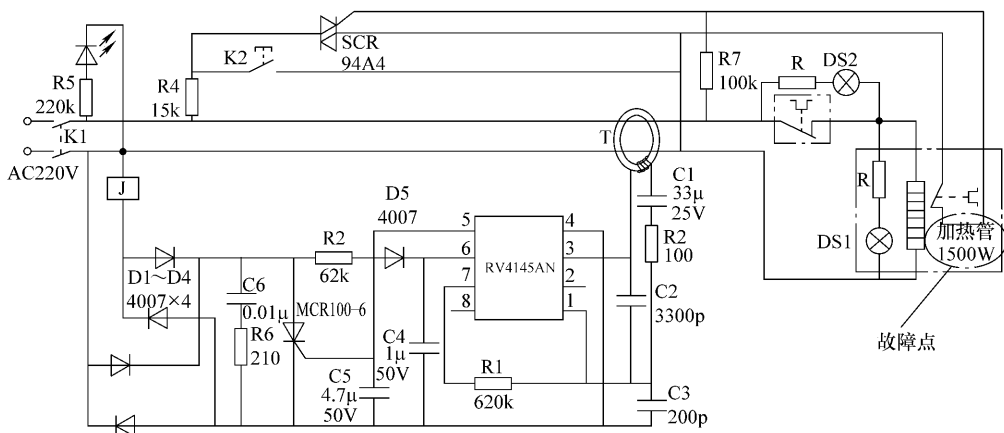

图 15-13 加热管相关电路
- 图文解说：此类故障应重点检测电热水器加热管是否漏电，电热水器内部线路和温控器是否有漏电，漏电保护器本身电路是否有故障。实际检修中因加热管漏电较为常见。加热管相关电路如图 15-13 所示。更换加热管后故障排除。